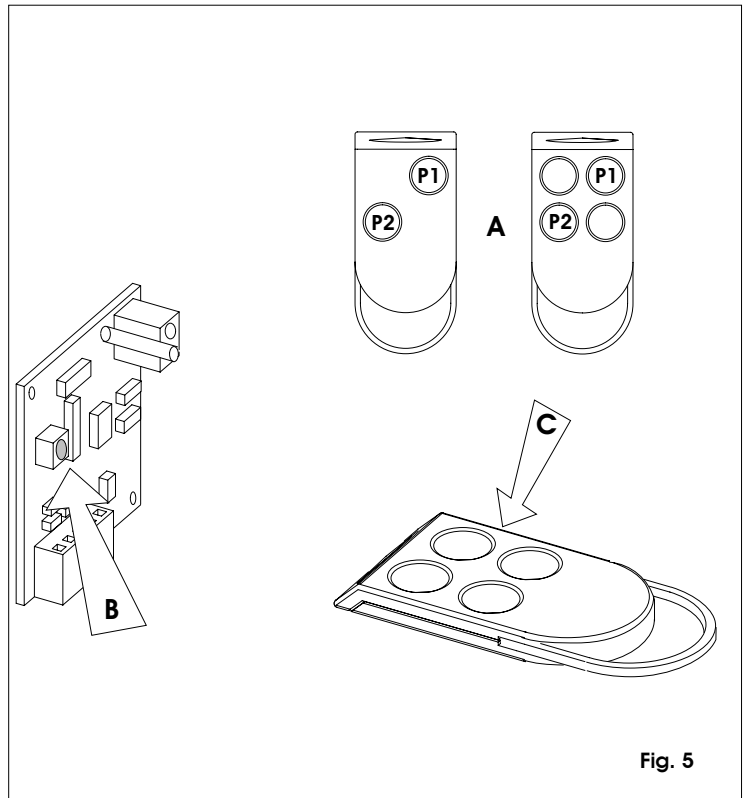

Fig. 5
- 1) Die Tasten P1 und P2 des Sende (Abb.5 Bezug.A) gleichzeitig drücken und loslassen, wenn die LED-Diode blinkt (nach ca. einer Sekunde).
- 2) Auf der Empfangskarte RP die "Lerntaste" drücken und gedrückt halten (Abb.5 Bezug.B): die LED-Diode sollte blinken.
- 3) Auf dem Sende die Taste eines Kanals drücken und gedrückt halten (Abb.5 Bezug.C): die LED-Diode des Sendegeräts leuchtet konstant auf.